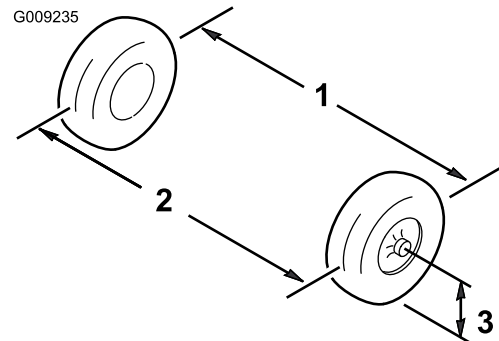

Figura 32
3. Mida la distancia entre los neumáticos delanteros a la altura del eje, en la parte delantera y trasera de las ruedas (Figura 32).